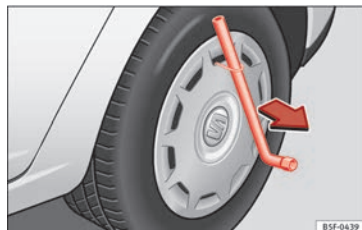

Abb. 79 Die Radvollblende vom Rad abnehmen.
- Ziehen Sie die Radvollblende mit dem Drahtbügel ab » Abb. 79.